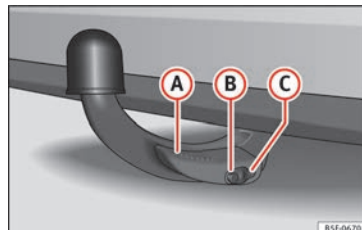

Fig. 227 Boule amovible fixée correctement
- Le levier (A) » fig. 227 est totalement relevé.
- La broche de déverrouillage (B) » fig. 227 ressort complètement (sa partie rouge et verte est visible).
- Le cache (C) » fig. 227 est mis en place sur la serrure.